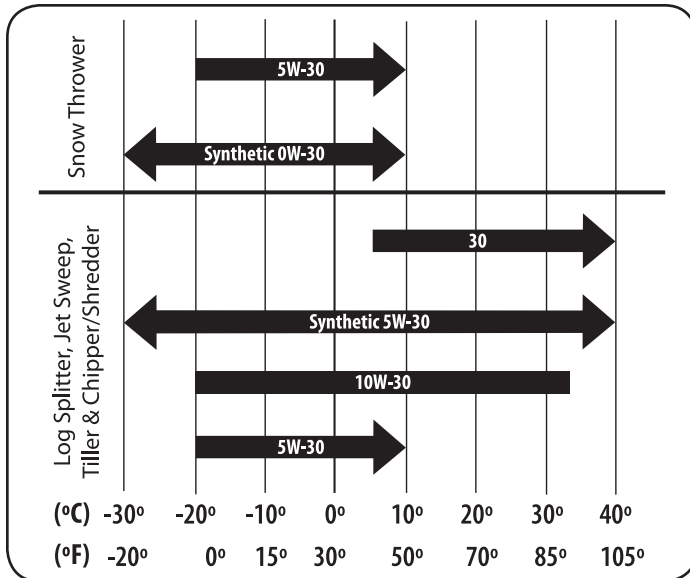

Figura 25
- Consulte la tabla de viscosidad (Figura 25) para las recomendaciones del petróleo. No llene demasiado. Use un 4 tiempos, o un detergente de alta equivalente, de primera calidad el aceite de motor certificado para cumplir o exceder los requisitos de EE.UU. fabricante de automóviles para la clasificación de servicios de un nivel mínimo de SF o SG (calificaciones más altas Nota es aceptable como SJ, SL y los grados SM) . El aceite de motor mostrará esta denominación en el envase.